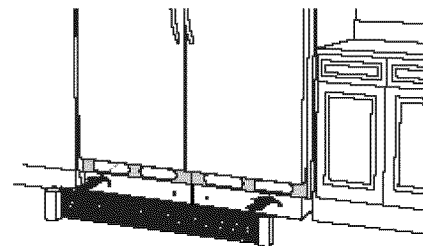

Figure 18
- Fixez la grille de protection en métal (F) en utilisant les vis que vous avez conservées à l'étape de l'enlèvement du (ou des) panneau(x) de la grille en plastique. Vous pouvez faciliter l'alignement des vis en ouvrant les portes des deux appareils. Insérez les vis dans les trous situés aux extrémités gauche et droite de la grille et serrez-les légèrement. **Ajustez la grille jusqu'à ce que son rebord supérieur soit parallèle à la partie inférieure des deux portes.** Pour une installation double, installez deux vis intérieures. Serrez toutes les vis. Reportez-vous à la figure 18.